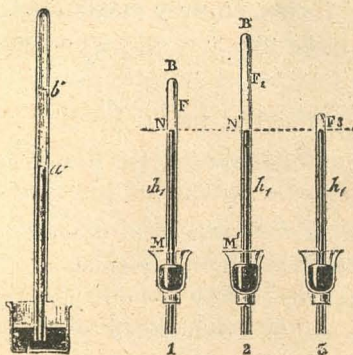

Fig. 92.—Maximum de tensión
3. **Máximo de tensión.**—La tensión del vapor no aumenta siempre; cuando el espacio vacío está *saturado*, el cuerpo no da más vapor y queda un exceso de líquido arriba del mercurio (fig. 92).